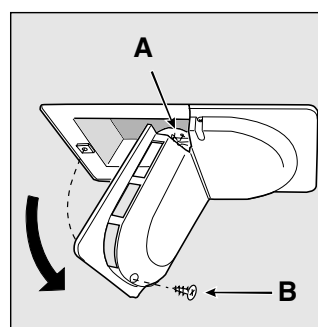

Fig. 4
- Como substituir a lâmpada interna: Desligue o aparelho da rede de alimentação eléctrica para substituir a lâmpada fundida por outra da mesma potência, nunca superior a 15 Watt. Desenrosque o parafuso de fixação central "B", colocado na parte posterior do cobre-lâmpada e desenrosque a lâmpada "A" (fig. 4).